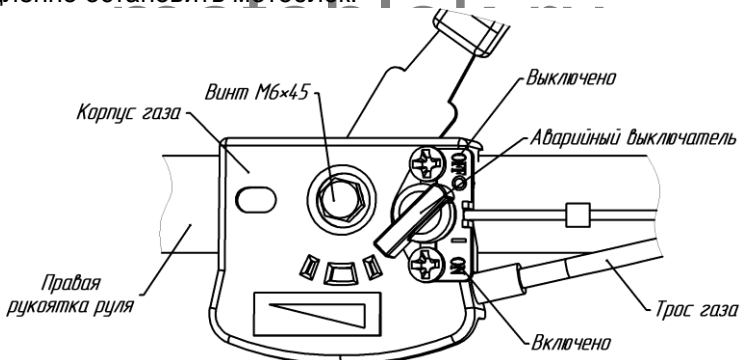

Рис.10. Механизм управления дроссельной заслонкой (газом) двигателя. Аварийный выключатель
– установить ручку газа на рукоятке руля в положение "O" ("СТОП") (рис.6) или аварийный выключатель в положение "OFF" (рис.10);